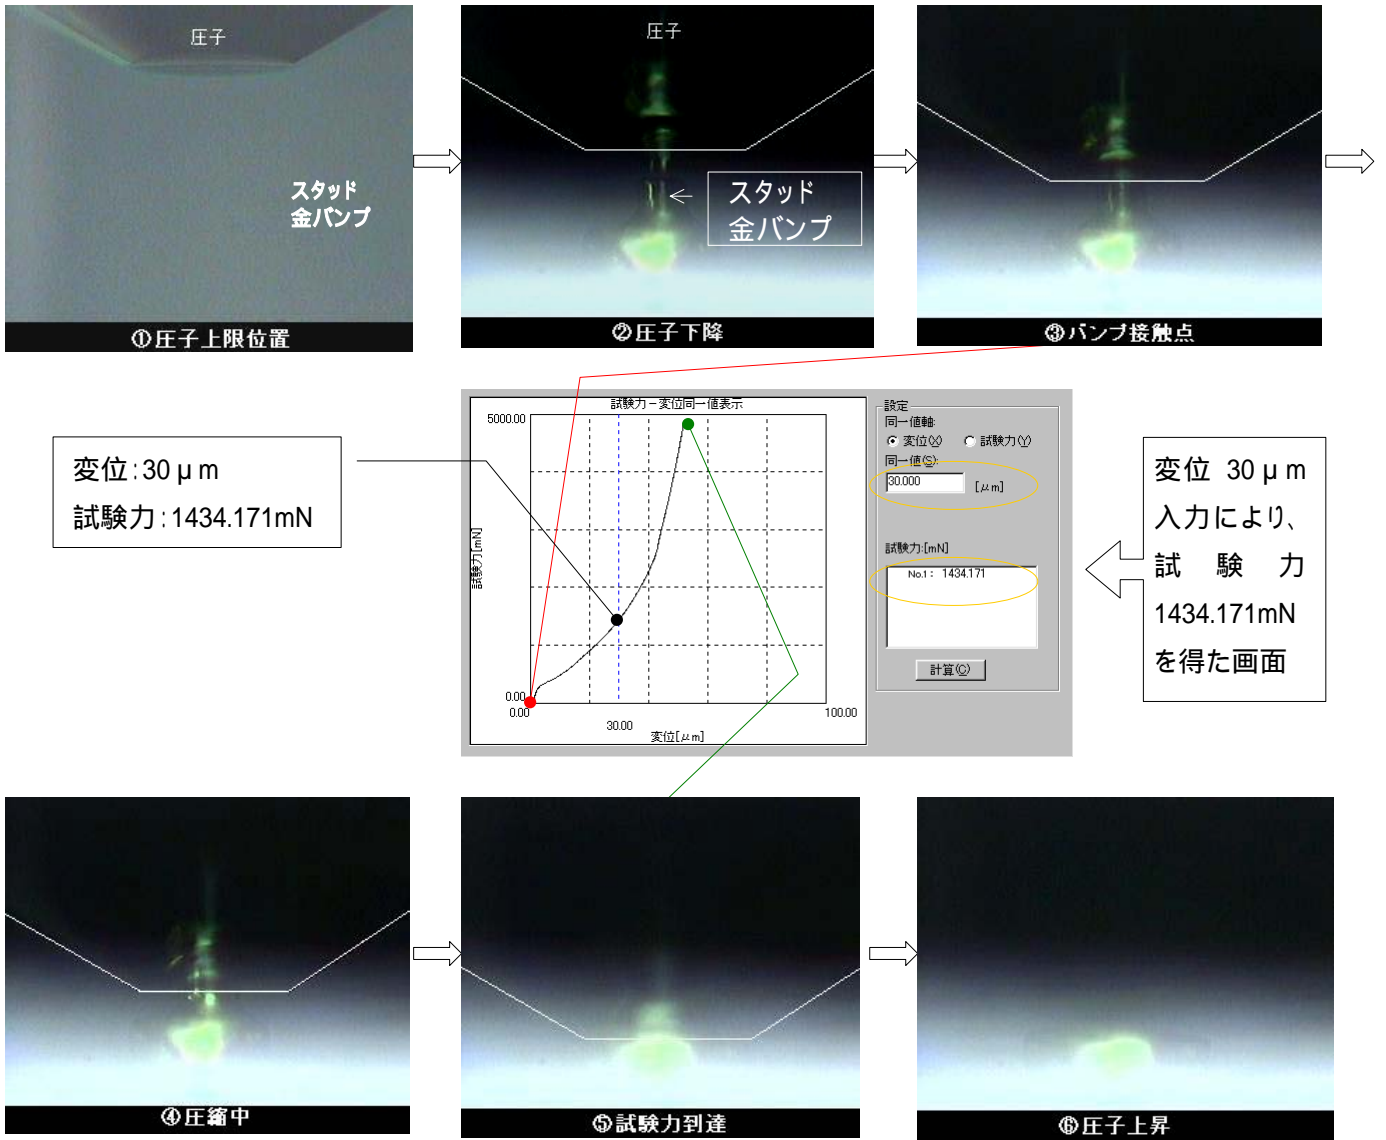

図3 「試験力 変位同一値グラフ」と「スタッド金バンブ圧縮変形状況」画像
- 2) 項の試験条件で試験した結果より得られる、変位に対する試験力(あるいは試験力に対する変位)を見るための「試験力 変位同一値グラフ」とサイド観察キットにて得られた「スタッド金バンプの圧縮変形状況画像」を図3に示します。
- 試験で得られた「試験力 変位同一値グラフ」(図3)の表示画面上で、変位を選択し、変位 30 μm を入力すると試験力表示部に 1434.171mN が表示され、変位 30 μm における試験力は 1434.171mN であることがわかります。この関係は生データからも見るができます。